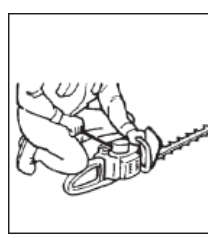

FIG. 4
4. Așezați aparatul pe o suprafață stabilă și curată. Trageți rapid de butonul de pornire. (Fig. 4)